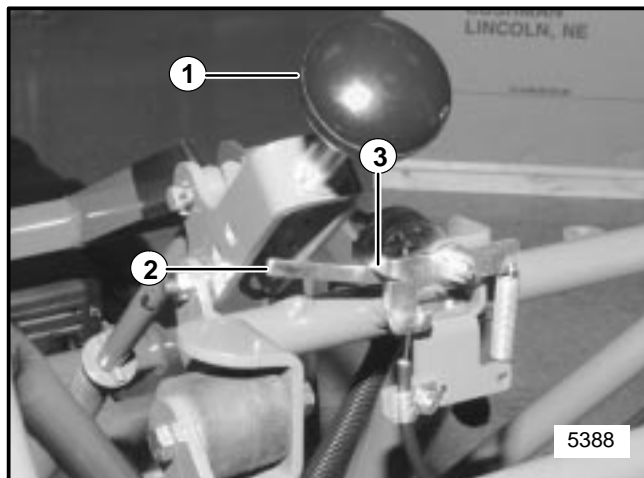

FIGURA 22
3. Ajuste el cable hasta que el brazo de pivote haga contacto con el brazo que sale del interruptor de presencia del operador (vea la Figura 22).